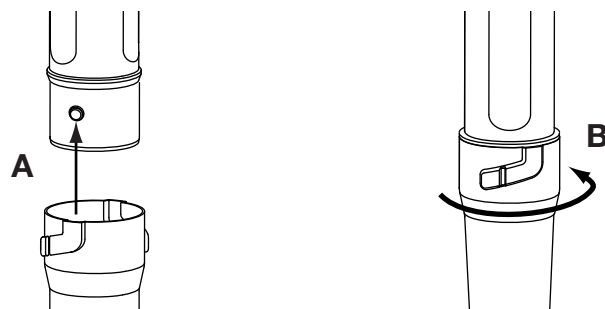

Fig. 4
5. Insérer la bosse sur le tube de soufflage inférieur dans l'encoche de la buse (Fig. 4, A).
6. Pivoter la buse dans le sens des aiguilles d'une montre autour du tube de soufflage inférieur jusqu'à ce que la bosse de la buse se verrouille en place (Fig. 4, B).